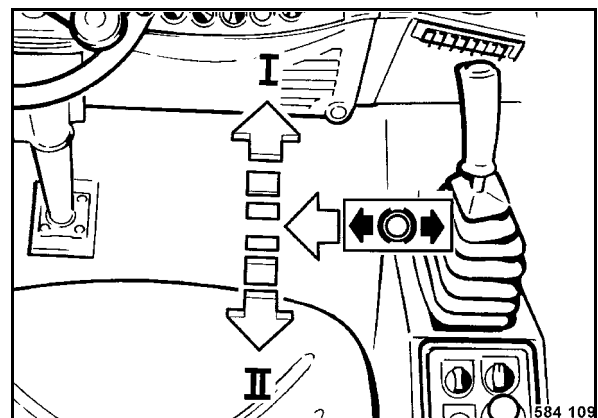

fig. 44
- Décranter le levier de commande de la marche (fig. 44) de la position de freinage vers la